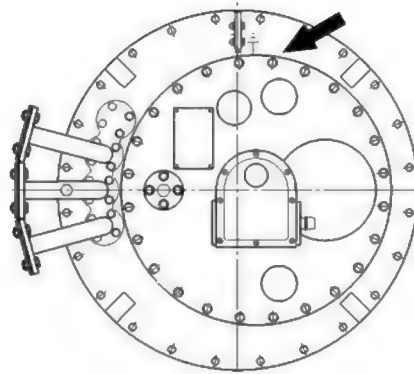

图 25
(5) 用吊具轻轻吊起分接开关，一定确保支撑法兰的所有螺杆在开关头的固定孔中都能轻松滑动。用 24 个 M8 螺母将开关头固定到安装法兰上，13 号扳手，扭紧力矩 14Nm，锁死螺母上的锁垫。
(6) 将开关头固定到安装法兰上，24 个 M12 螺母，19 号扳手。
(7) 安装切换开关芯子见按 8.1.2.1 内容。
(8) 放上开关头盖板，盖住分接开关。盖板的密封胶圈(O 形胶圈)一定要放到正确位置。
(9) 均匀拧紧分接开关头盖上的 24 个 M10 螺栓，17 号扳手，最大扭矩 34Nm(图 25)。